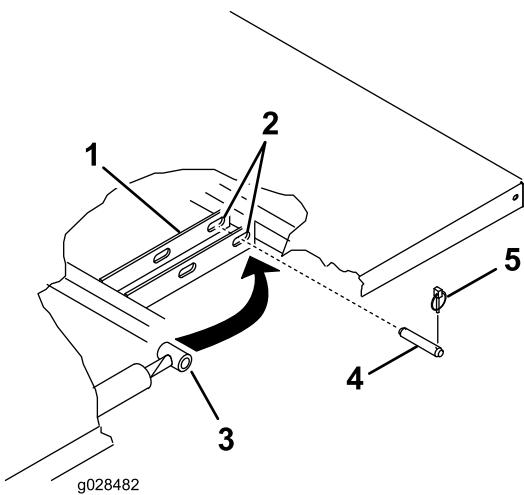

Figure 5
- 7. Insérez l'axe par l'extérieur du plateau, la goupille à anneau étant à l'extérieur (Figure 5).